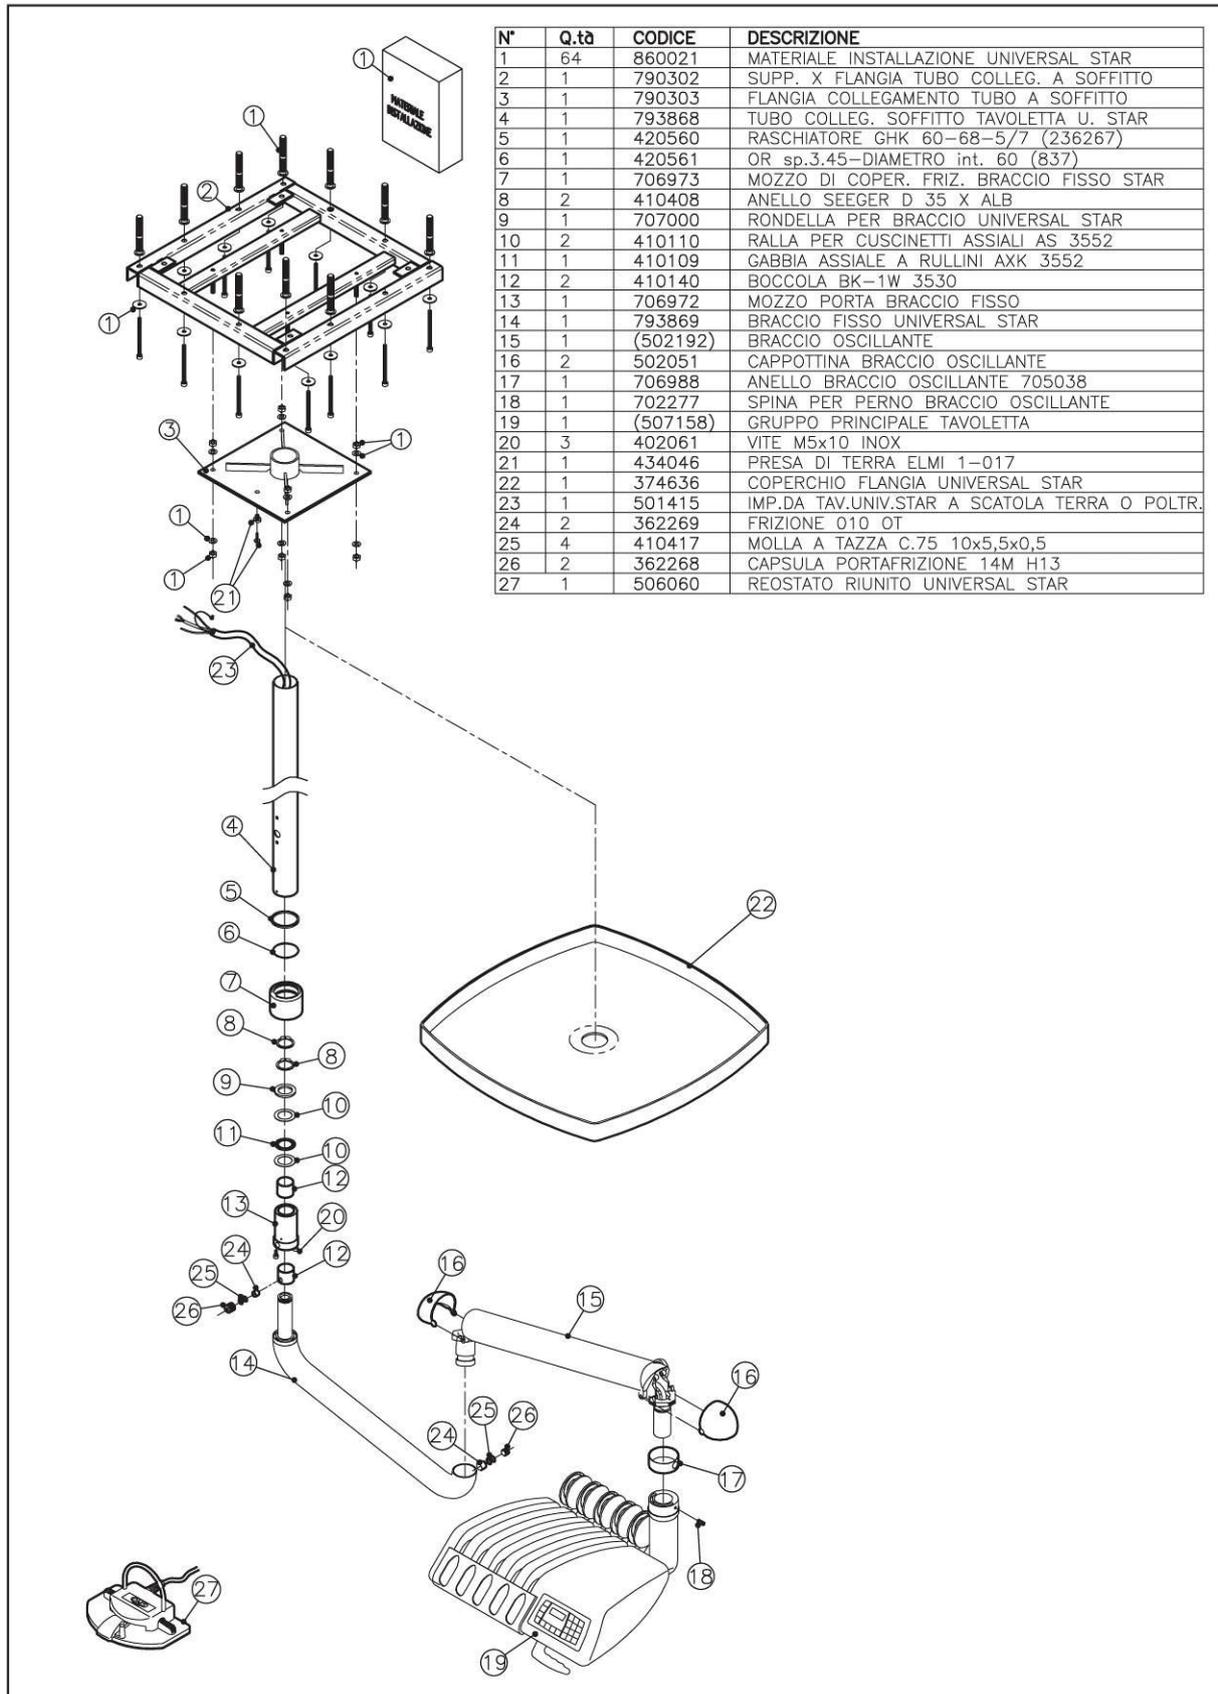

Fig. 1.
5. Une fois terminé le montage, la tablette instruments doit se trouver à la hauteur indiquée dans les fig. 2/3/4, donc, s'il est nécessaire, il faudra raccourcir la colonne (4) dans la **fig.1** selon la hauteur du point de fixation au plafond.
10. Les dimensions du support de la bride au plafond (2) sont 55 x 55cm. En cas de plafond en béton + briques (le plus commun) l'ancrage au plafond est possible uniquement si l'entraxe des poutrelles en béton est moins de 50cm. Par contre, en cas de plancher en béton armé il n'y a aucune limitation.
12. Pour le passage des installations du sol à la bride au plafond (2) il faudra utiliser un tuyau diamètre 40mm à l'intérieur de la maçonnerie ou, en alternative, une rigole rectangulaire extérieure de dimensions correspondantes à un tuyau diamètre 40mm .
- b. Introduisez les 4 premiers écrous et les rondelles dans les vis de la bride au plafond (2).
- c. Insérez la bride-colonne (3) sur les vis de la bride au plafond (2).
- d. Vissez sans les bloquer les écrous et les rondelles restantes sur les vis de la bride au plafond (2).
- e. Observez dans la **fig.1** la séquence de montage correcte des rondelles et des écrous mentionnés dessus.
- f. Réglez la verticalité de la colonne avec les écrous et bloquez la bride (3) avec les écrous.
- 7. Positionnez le plafonnier (22) et fixez les quatre vis fournies.**